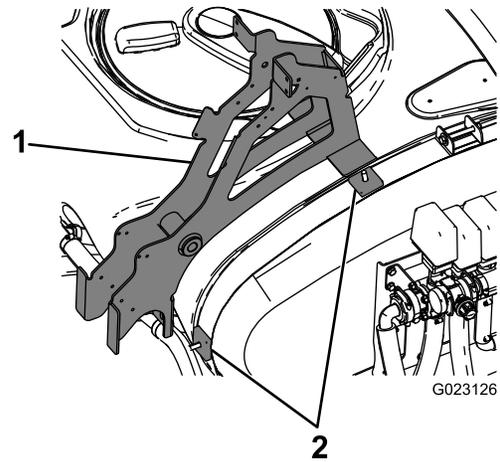

Bild 3
- Legen Sie die zwei rechteckigen Distanzstücke über die vorher eingesetzten Schlossschrauben (Bild 3).
- Installieren Sie den Hauptstützrahmen über die rechteckigen Distanzstücke und die Schlossschrauben wie in Bild 3 gezeigt.